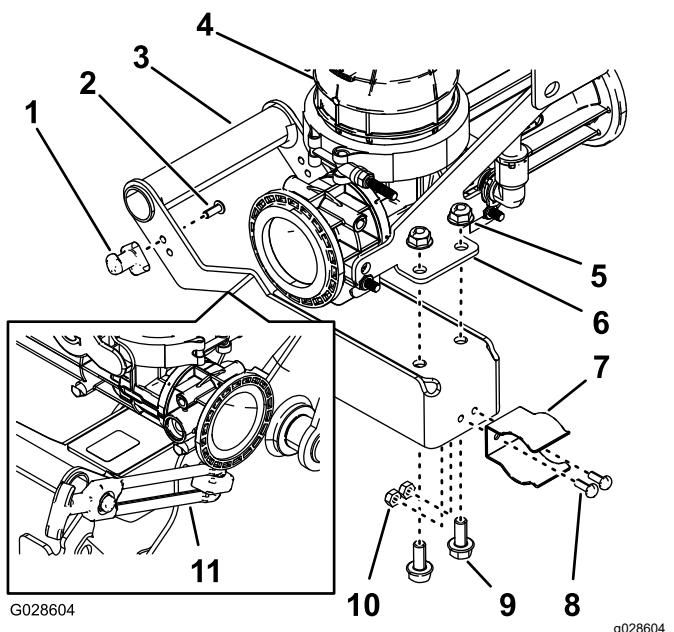

图 21
2. 使用 2 个螺栓#10-24 x 1/2 英寸和 2 个锁紧螺母 (#10-24) 将弹簧夹组装到闩锁手柄图 21 上。
3. 使用 2 个凸缘头螺栓5/16 x 3/4 英寸和 4 个凸缘锁紧螺母5/16 英寸将手柄组装到清洁加药器的支架面板上图 21。
1. 使用 2 个六角头螺丝#10-24 x 1/2 英寸将闩锁杆组装到清洁加药器图 21 的手柄上。